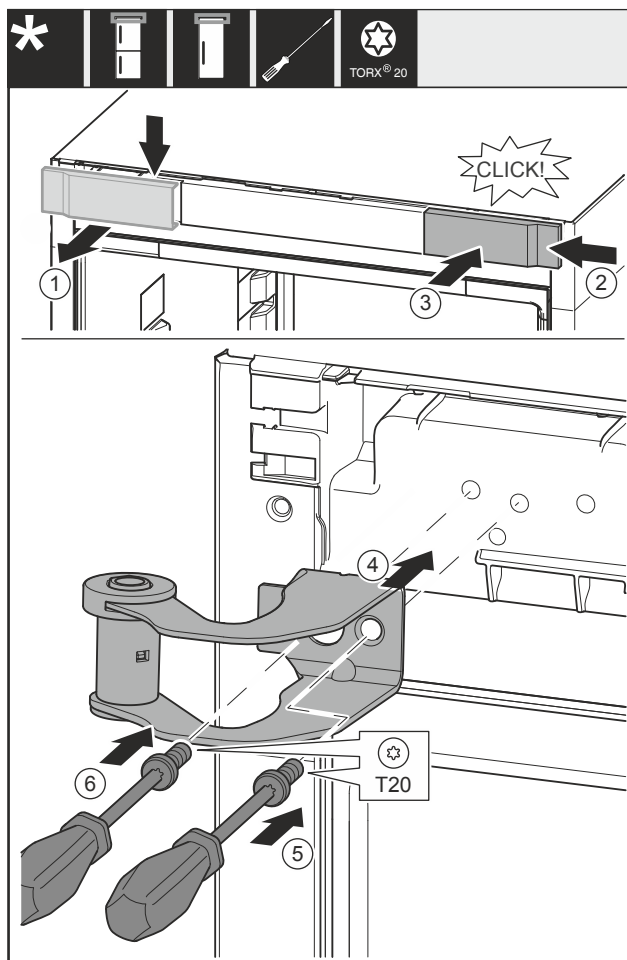

Fig. 18
- Rimuovere la copertura Fig. 18 (1) dall'alto in avanti.
- Agganciare da destra la copertura Fig. 18 (2) ruotata di 180° sull'altro lato.
- Innestare la copertura Fig. 18 (3).
- Applicare la staffa di supporto superiore Fig. 18 (4).
- Stringere la vite Fig. 18 (5).
- Stringere la vite Fig. 18 (6).